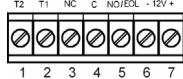

Fig. 4 Terminal block I Bloque de terminals I Plaque à bornes I
8. Reliez le fil au bloc terminal. (Fig 4)
##### Connexions de la plaque à bornes (Voir Fig.4)
8. Collegare il cavo alla morsettiere (Fig. 4)
##### Descrizione della morsettiere (Vedere Fig.4)